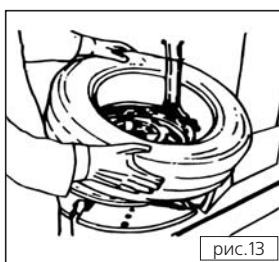

рис.13
5. Удалите камеру, если она присутствует. Переверните колесо и повторите операцию для другого борта (рис.13).